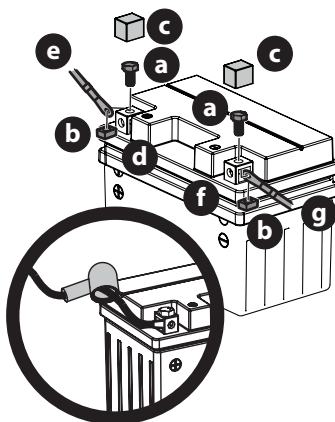

Figura 18
1. Extraiga los tornillos hexagonales (a) y las tuercas cuadradas (b) situados en el extremo del arnés de cables o en la bolsa que acompaña a este manual. Guarde los herrajes para uso posterior (Figura 18).
2. Retire la cubierta plástica (c), si está presente, del borne positivo de la batería (d) y una el cable rojo (e) al borne positivo de la batería (b) utilizando uno de los tornillos hexagonales (a) y las tuercas cuadradas (b) que se extrajeron en el paso 1. Use un destornillador Philips (Figura 18 en la página 49).
3. Coloque el capuchón de caucho rojo por encima del borne positivo de la batería para protegerlo contra la corrosión. Consulte el inserto en Figura 18 en la página 49.
4. Retire la cubierta plástica (c), si está presente, del borne negativo de la batería (f) y una el cable negro (g) al borne negativo de la batería (f) utilizando el tornillo hexagonal restante (a) y la tuerca cuadrada (b) (Figura 18 en la página 49).